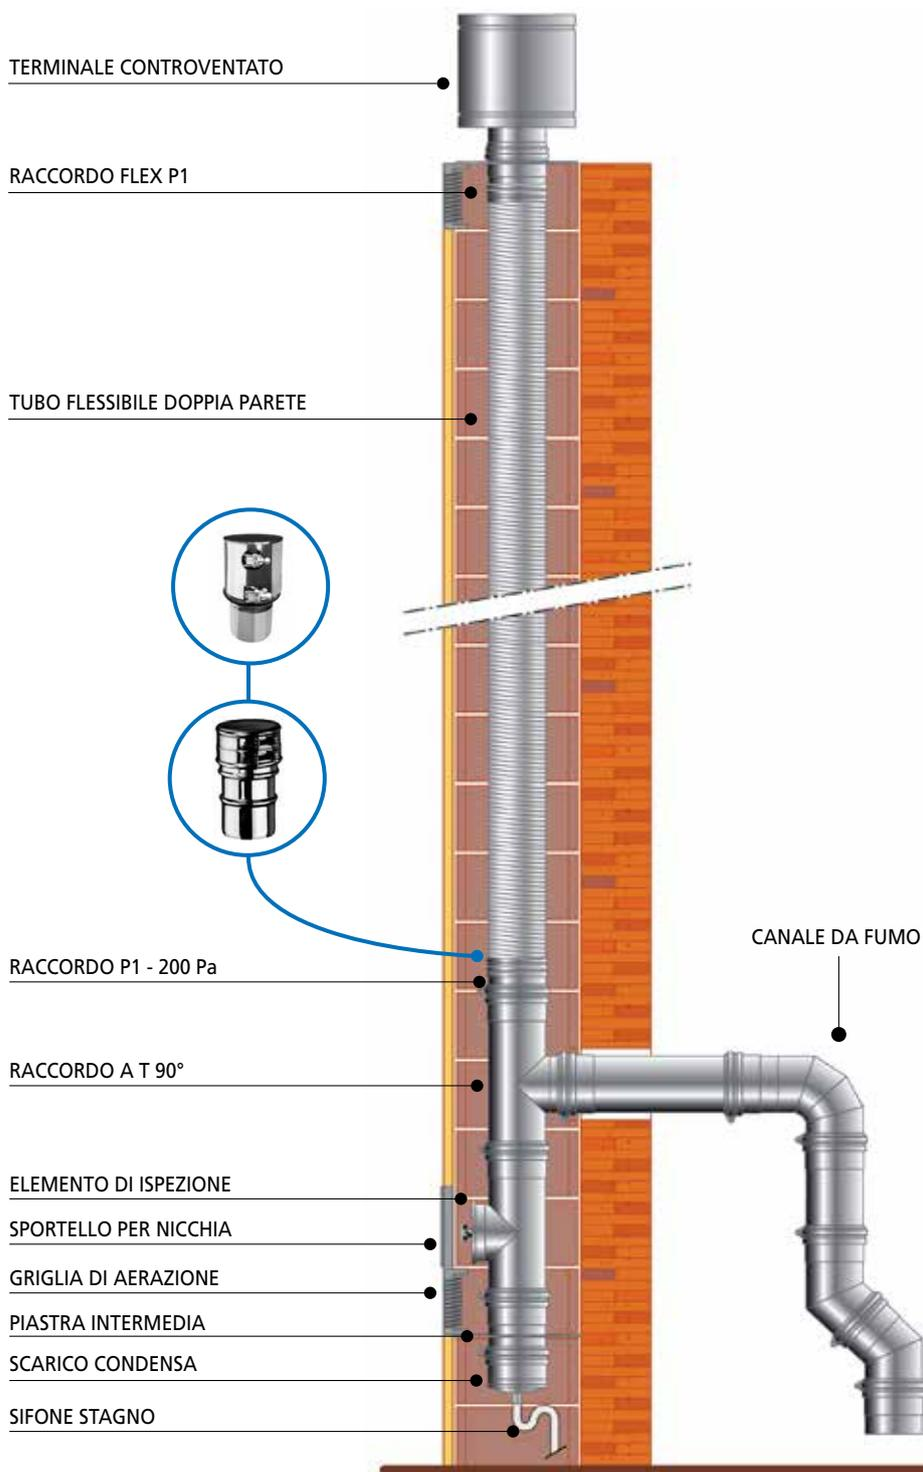

FIGURA 22
- Posizionare il raccordo flex P1 - 200 Pa tra gli elementi rigidi e il condotto flessibile (**figura 22**).